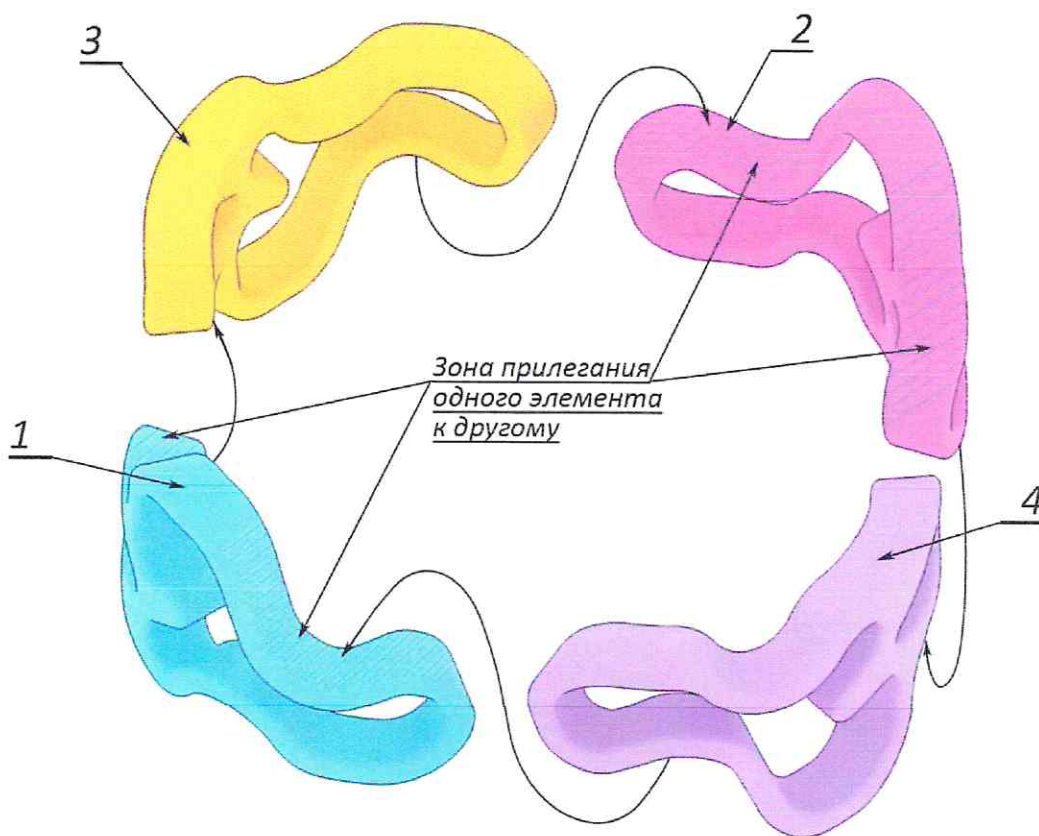

Рис. 3. Схема сборки изделия
13.7. Сборка изделия производится согласно схеме: рисунок 3.